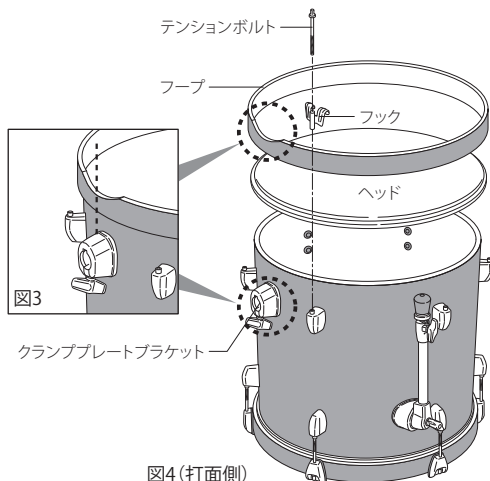

図4(打面側)
3. シェルの反対側(打面側)を上にして、フロント側同様にヘッドとバスドラムフープをシェルに乗せます。バスドラムフープは切込みがクランププレートブラケットと同じ位置になるように向きを調整してください(図3)。バスドラムフープの位置が決まりましたら、フロント側と同じ手順でテンションボルトをフックに通してラグに取り付けてください(図4)。